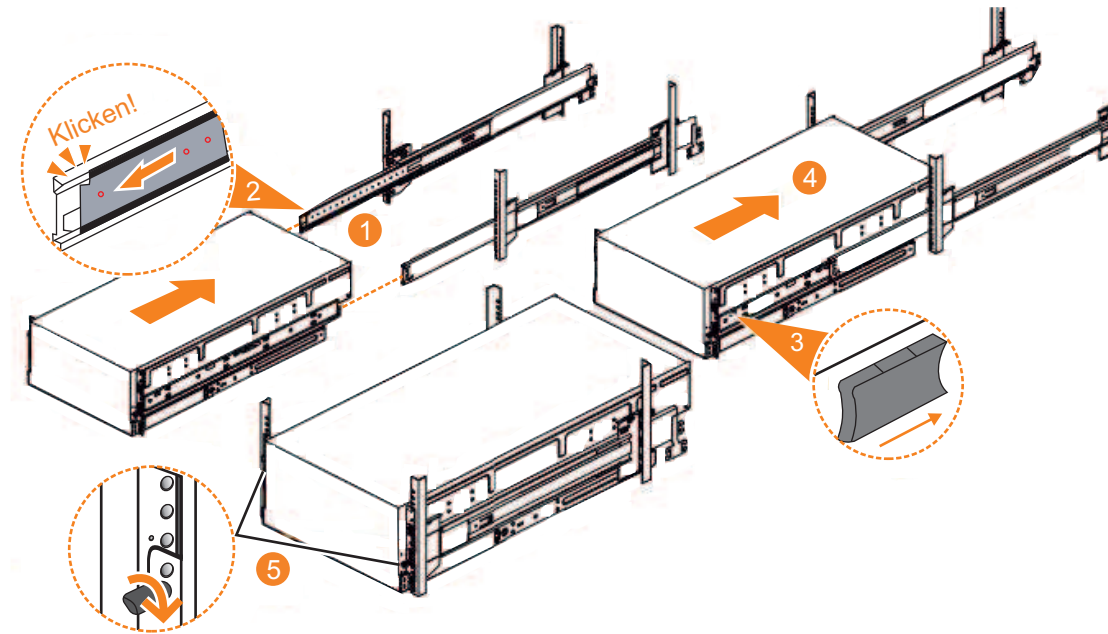

Abbildung 61. 2145-92F-Gehäuse wieder in Rack einbauen
1. Ziehen Sie den linken und rechten Teil der Schiene ganz aus dem Rack, um die Schienen in der ausgezogenen Position zu sperren (**1** in Abb. 61).
2. Stellen Sie sicher, dass die Kugelhalterung innerhalb der Vorderseite des linken und rechten Einschubteils einrastet (**2** in Abb. 61).
- Suchen Sie den linken und rechten blauen Lösehebel in der Nähe der Vorderseite des Gehäuses. Drücken Sie beide Lösehebel vorwärts, um den Einschubmechanismus zu entriegeln (**3** in Abb. 61 auf Seite 78).
- Schieben Sie das Gehäuse fest in das Rack (**4** in Abb. 61 auf Seite 78).
- Ziehen Sie die Rändelschrauben (**5** in Abb. 61 auf Seite 78) an, um das Gehäuse im Rack zu befestigen.